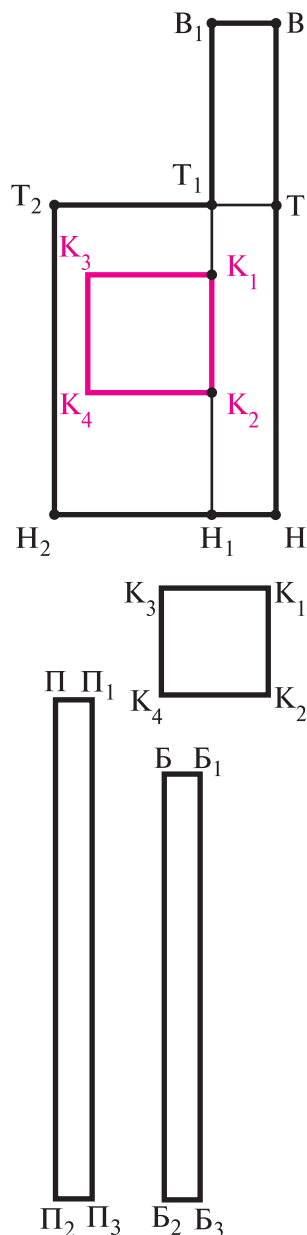

Рис. 6.22. Чертёж основы фартука с нагрудником
- ▶ 3. Точки на чертеже обозначаются буквами русского алфавита в соответствии с названием конструктивных линий, например Т (линия талии), а если на одной линии находится несколько точек, то им присваивается индекс (например, Т₁, Т₂) (рис. 6.22).
б) чертёж пояса в форме прямоугольника шириной $ПП_1 = 6$ см и длиной $ПП_2$ (рис. 6.22):